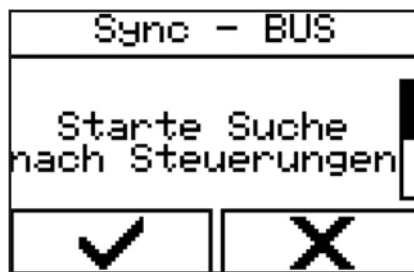

Abbildung 114 - Menü auswählen
1. Menü über „Steuerung“ → „Sync-BUS Einstellungen“ → „Starte Suche nach Steuerungen“ (Abbildung 114) auswählen.